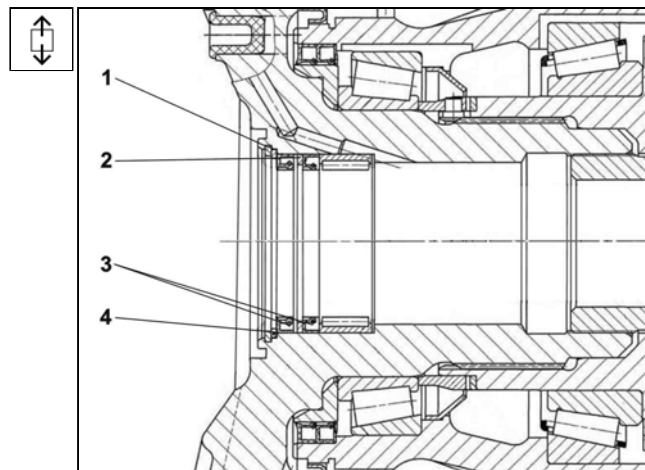

Рис. 7.68 Уплотнение поворотной цапфы
5. Пространство между уплотнениями заполнить с 50% пластической смазкой **LA-2** и насадить подкладку **4** (Смт. Рис. 7.68).